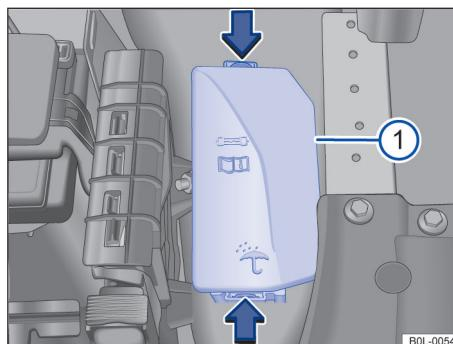

图 127 发动机舱内：保险丝盒的盖板 ①。
- 沿箭头方向按压解锁按钮，可松开保险丝盒的盖板 → 图 127 ①。